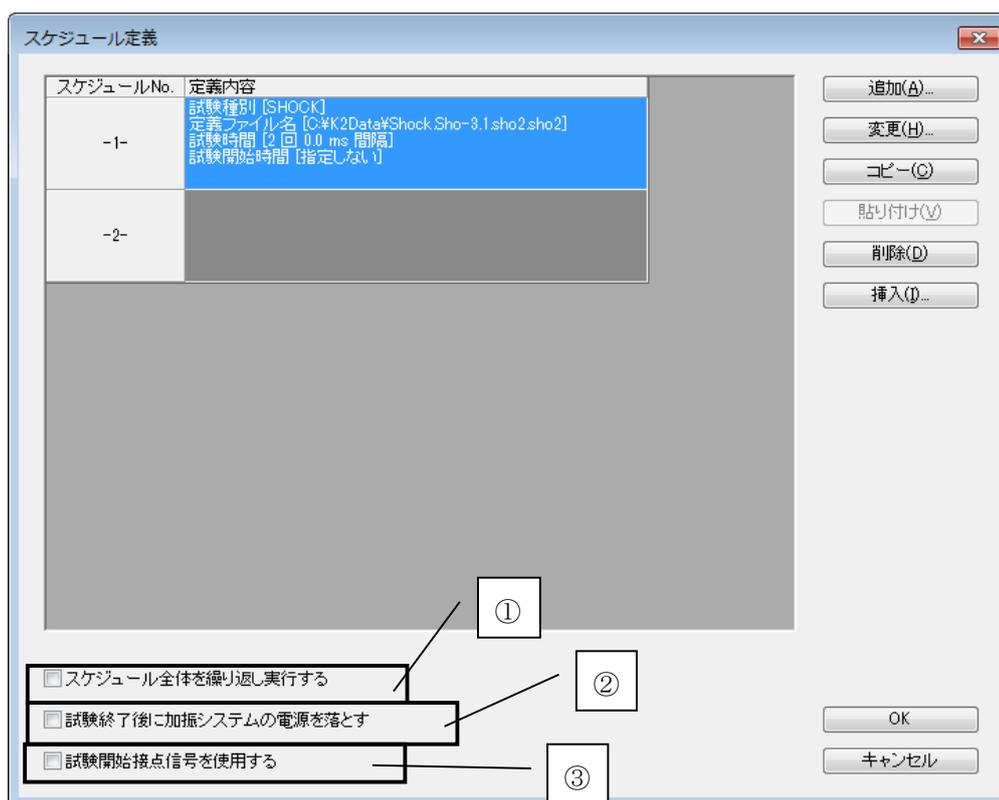
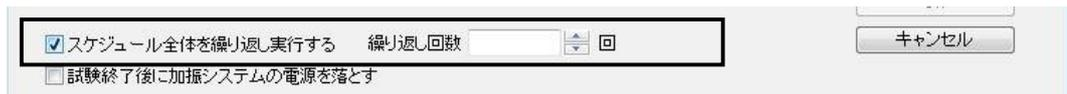

Fig. 2-2-7
Fig. 2-2-8
最後に Fig. 2-2-5 で「OK」ボタンを押下すれば、選択したテスト定義がスケジュールに組み込まれます (Fig. 2-2-7 参照)。
実際の動作は、Fig. 2-2-7 の①に示されているチェックボックスを ON にします。ON にすると Fig. 2-2-8 のように繰り返し回数の入力ができるようになります。入力できる回数（最大の繰り返し回数）は 10000 回までです。
実際の操作は、Fig. 2-2-7 の②に示されているチェックボックスを ON にします。
実際の操作は、Fig. 2-2-7 の③に示されているチェックボックスを ON にします。